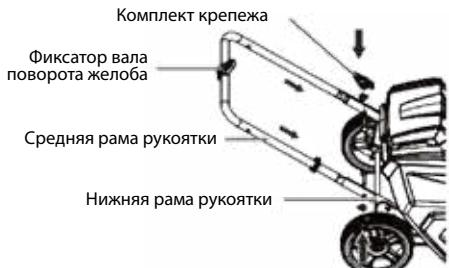

Рис. 2
- Совместите два отверстия в средней раме рукоятки с отверстиями в нижней раме. Убедитесь, что фиксатор вала поворота желоба обращен вверх, как показано на Рис. 2.